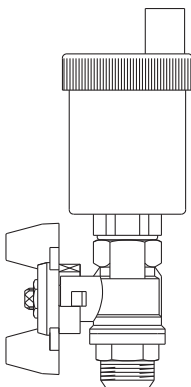

Bild 3: Entlüfter, OV Art.-Nr, 136 83 04
- automatischer Entlüfter (siehe Bild 3) mit Kugelhahn (max. 150°C)